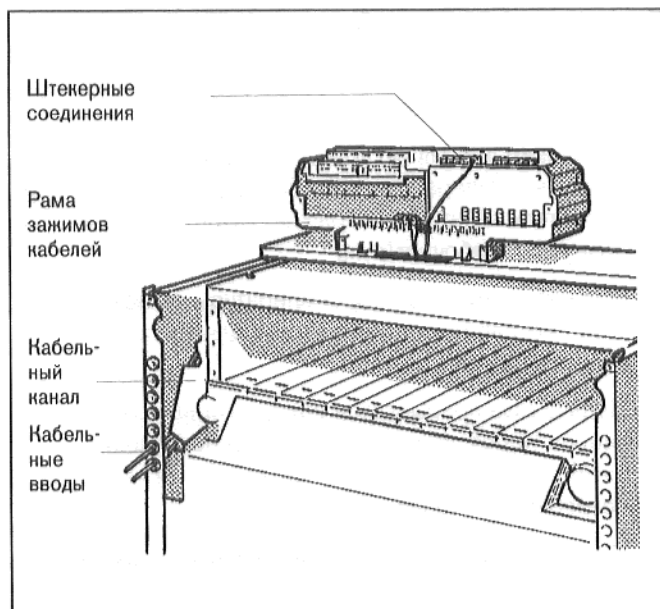
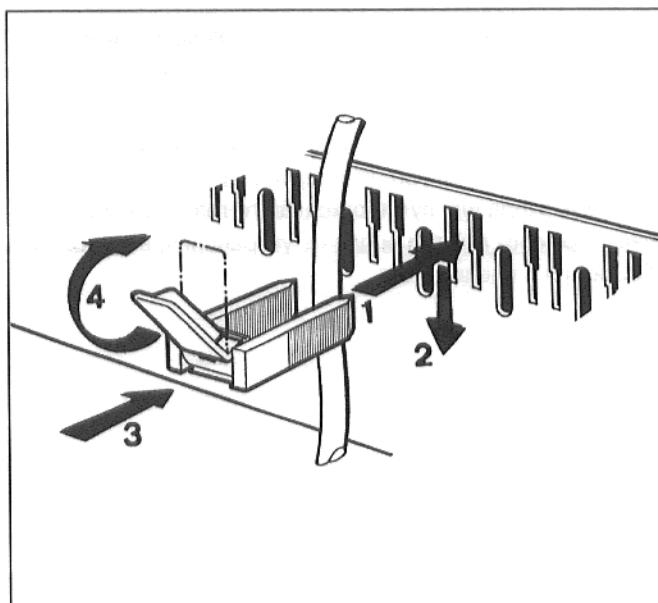

Рис. 7: G\_324 LDZ/LDN
Рис. 9: Закрепить провод при помощи зажима для кабеля.
- Проложить провод датчика температуры отходящего газа, сзади, через один из кабельных вводов, концом подключения вперед, в кабельном канале и проложить его, через отверстие в переднем кожухе котла, к регулятору (рис. 7).
- Подключить к штекерному соединению, соответственно электросхеме (рис. 7).
- Вставить зажим кабеля, с вложенным проводом, сверху в прорези рамы (рис. 7) зажима; ребро рычажка должно при этом показывать вверх. Передвинуть зажим кабеля вниз, придавливая его при этом. Рычажок передвинуть вверх (рис. 9).